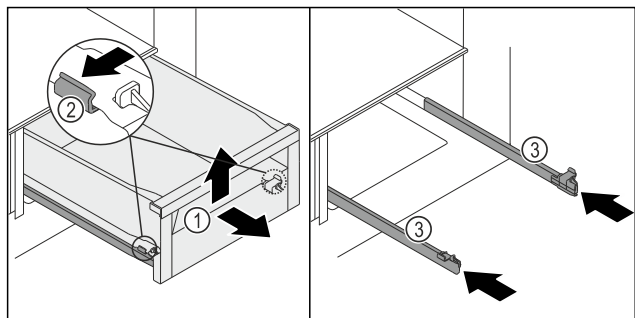

Fig. 94
- ▶ Wysunąć szufladę Fig. 94 (1) do oporu.
- ▶ Zacisk Fig. 94 (2) wcisnąć po lewej i prawej stronie na szynach równomiernie na zewnątrz.
- ▶ Szuflada Fig. 94 (1) zostaje zwolniona z szyn.
- ▶ Szufladę Fig. 94 (1) należy unieść w przód.
- ▶ Szufladę Fig. 94 (1) należy wyjąć w przód.
- ▶ Wsunąć szyny Fig. 94 (3).